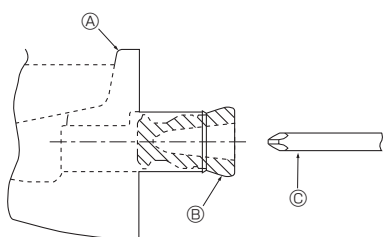

Fig. 5-1
- Si vous installez le tuyau sur le côté gauche, soyez sûr d'insérer le bouchon en caoutchouc dans l'orifice d'évacuation droit. (Fig. 5-1)
- ① Bac d'évacuation
- ② Bouchon
- ③ Introduire par exemple un tournevis profondément dans le bouchon.